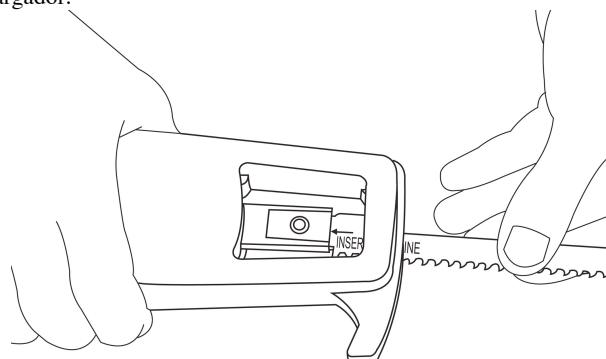

Figura-1
- Inserte la cuchilla por la ranura al frente del cabezal de la sierra y entre el cargador y la abrazadera de la cuchilla. Vea la Figura-1. Inserte la cuchilla hasta que la línea de inserción “INSERT” de la cuchilla esté pareja con el extremo de la abrazadera. También asegure que el orificio con ranura de la cuchilla está alineado y que se desliza sobre el perno del cargador.